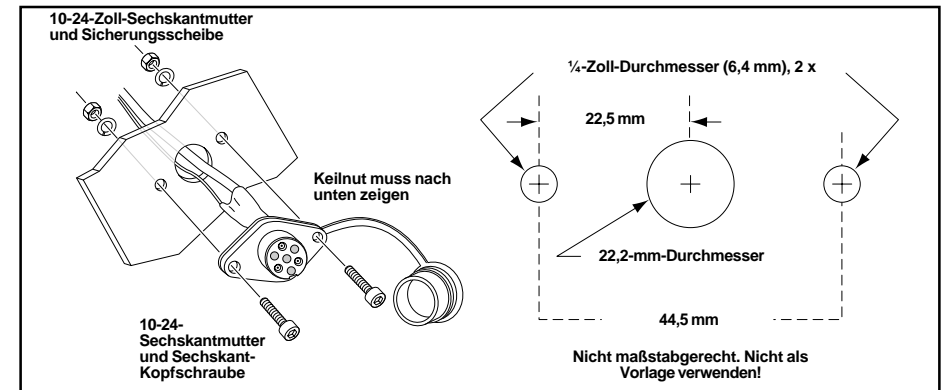

Abbildung 9: Installation des Fernanschlusses.
- Wenn Sie sich für eine Befestigungsstelle des Fernsteckers entschieden haben, bohren Sie an dieser Stelle drei Löcher und installieren den Anschluss. (Siehe Abbildung 9)